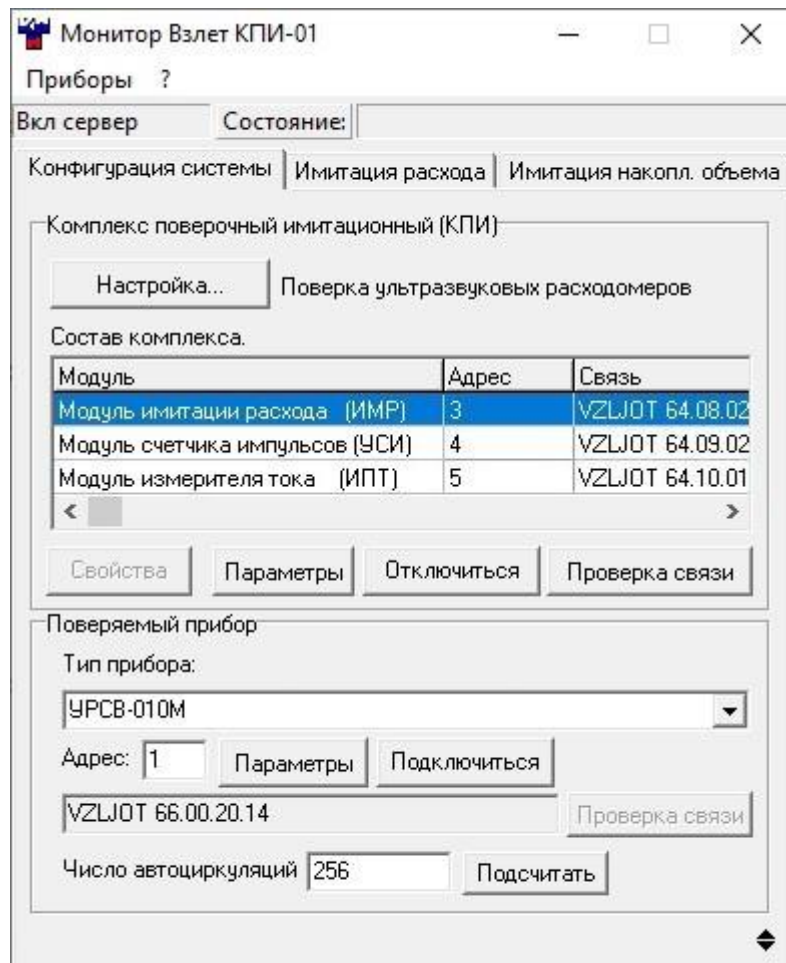

Рис.7. Проверка наличия связи поверяемого прибора с КПИ или ПК.
2.4.1.7. Для подключения к серверу связи и проверки наличия связи с поверяемым прибором последовательно нажимают кнопки **Подключиться** и **Проверка связи** в области **Поверяемый прибор**. Результаты выполнения операций отображаются в строке состояния **Проверка связи** (рис.7).
2.4.1.8. После подключения к прибору нажимается кнопка **Подсчитать** в области **Поверяемый прибор**. Результаты выполнения операции отображаются в строке состояния поля **Число автоциркуляций** (рис.7).